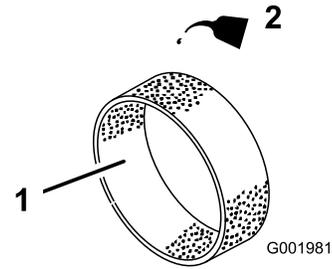

图 25
4. 将 29.6ml 或 59.2ml 的机油涂到滤芯上 图 25。